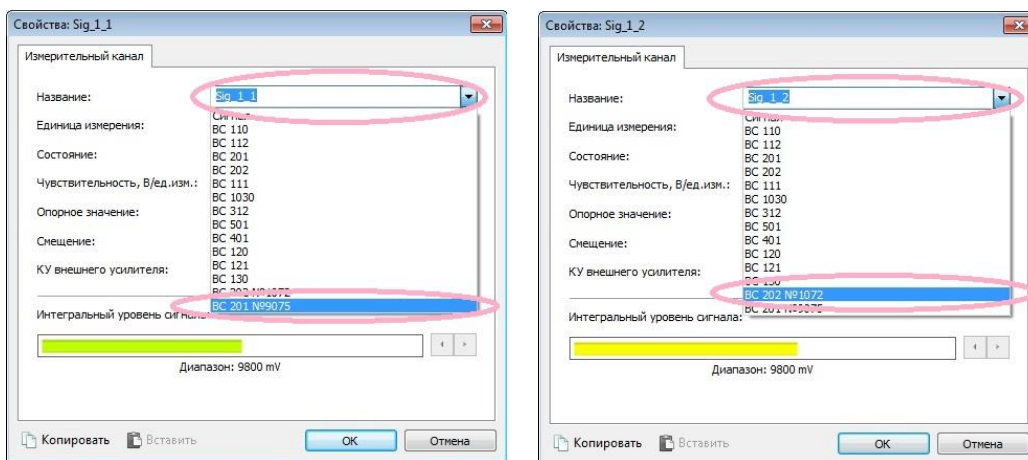

Рисунок 20
- после сохранения в базе датчиков параметров используемых акселерометров необходимо выбрать в окне программы «Диспетчер устройств ZET» через выпадающий список в поле «Название» для канала №1 (Sig\_1\_1) - BC 201 и для канала №2 (Sig\_1\_2) - BC 202 (Рисунок 20) после чего выбрать «ОК» для завершения конфигурирования каналов и закрытия окон.